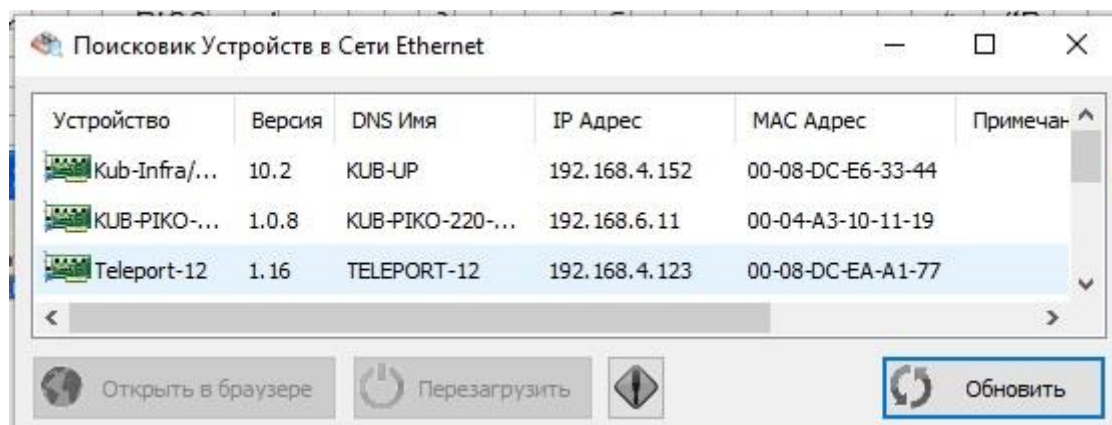

Рис. 14.1. Утилита «picSearch»
14.1. С помощью утилиты «picSearch» можно считать у прибора сетевые настройки (IP, МАК и т.н., рис. 14.1), а также отправлять команду перезагрузки прибора.